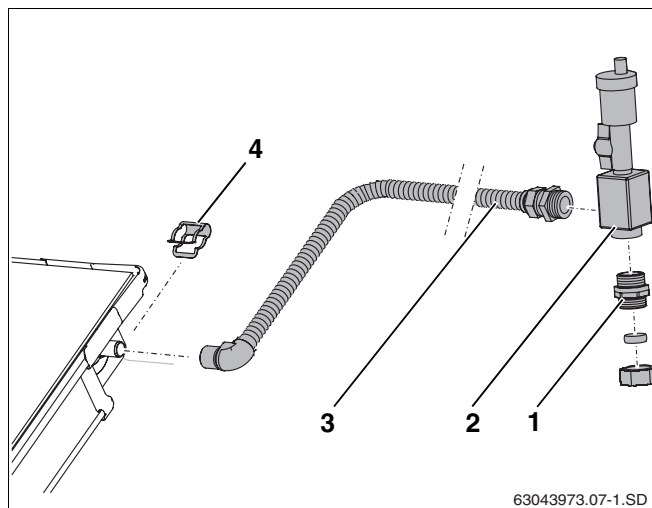

Fig. 37 Montaggio del disaeratore sotto il tetto
- Inserire l'innesto angolare a baionetta del tubo di connessione (fig. 37, **pos. 3**) sull'attacco di mandata del campo di collettori e fissare in posizione con la clip (fig. 37, **pos. 4**).
- Avvitare il raccordo a stringere del tubo di connessione (fig. 37, **pos. 3**) e il nipplo doppio (fig. 37, **pos. 1**) nel separatore d'aria (guarnizione a O-ring).
- Collegare la tubazione di mandata al nipplo doppio con anello di bloccaggio (fig. 37, **pos. 1**).